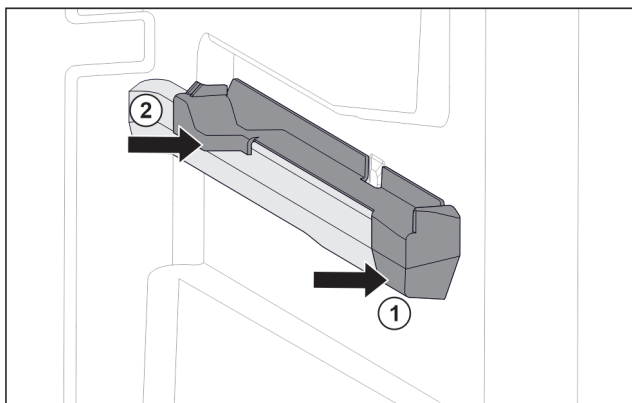

Fig. 221 Nasazovací díl na pravém žebrování na nádoby
- ▶ Nasadte nasazovací díl na žebrování na nádoby. Fig. 221 (1)
- ▶ Přitlačte nasazovací díl k zadní části. Fig. 221 (2)